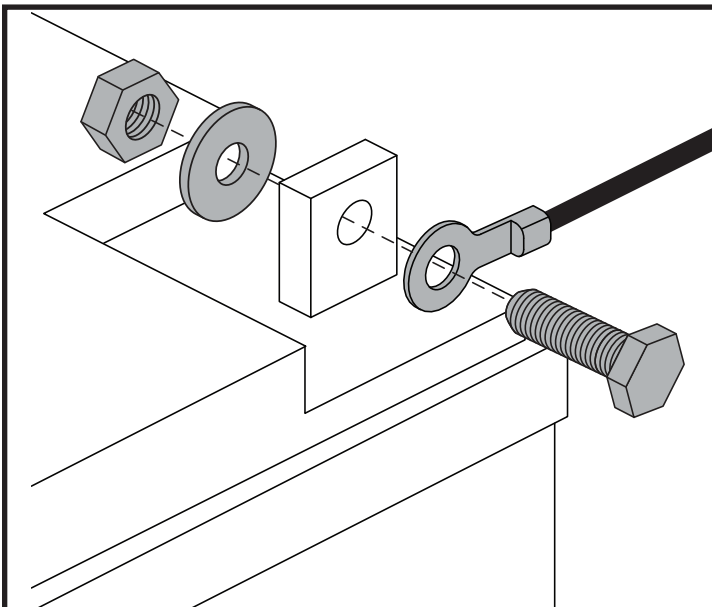

Figure 11. Batterie Borne Matériel - Configuration 1
4. Débranchez les câbles des bornes des batteries en soulevant la housse des bornes et en desserrant le boulon et l'écrou sur chaque borne. **Voir la figures 11 et 12.**